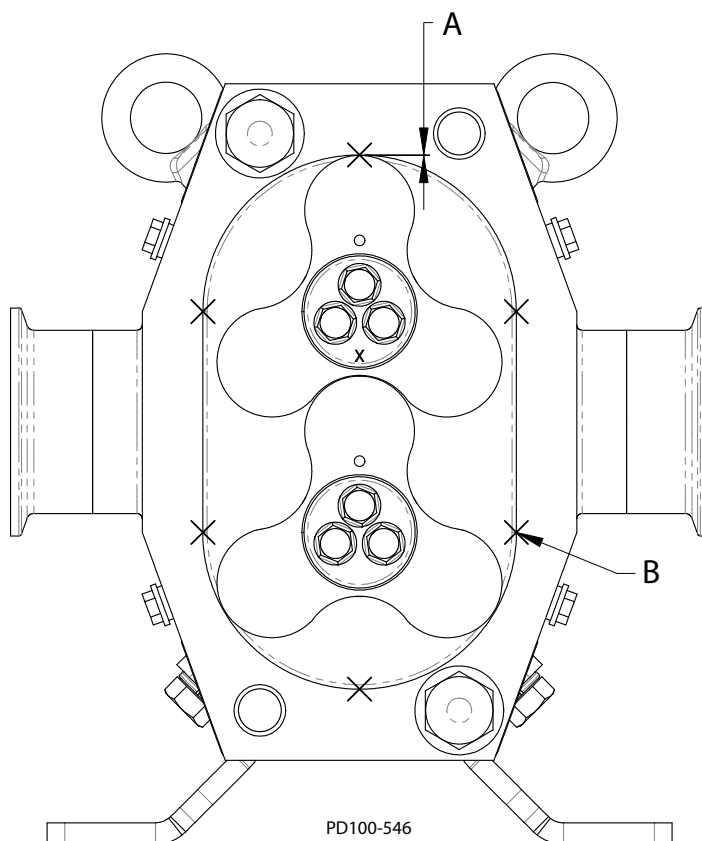

Figura 64: Comprobación de holgura radial
1. Con los rotores sincronizados, mida la holgura radial de cada lóbulo (Figura 64, renglón A) y verifique que la holgura esté dentro de los valores que se muestran en Tabla 12.
2. Compruebe la holgura en los seis puntos del cuerpo, como se muestra. Véase Figura 64, elemento B.